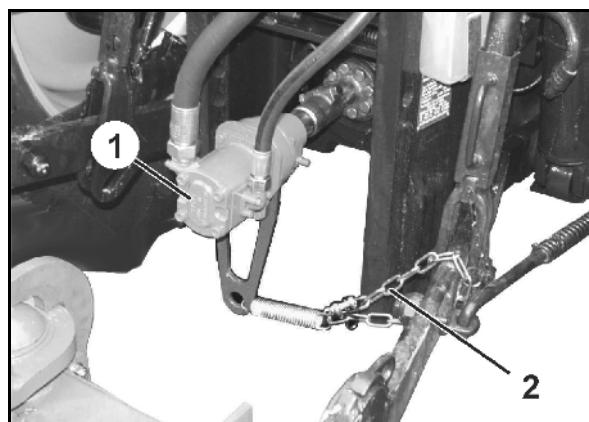

Рис. 10
Подсоедините съемный гидравлический насос (Рис. 10/1):
3. Подвесьте съемный гидравлический насос на цепь (Рис. 10/2) для предотвращения его падения!